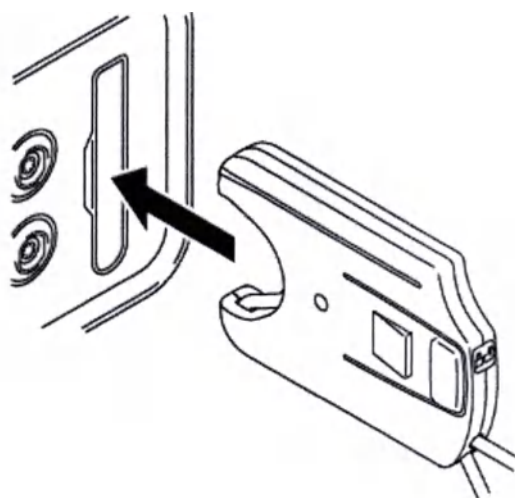

Рисунок 8 – Вставка ирригационной кассеты
- 7.2. Вставьте ирригационную кассету (Рисунок 8).